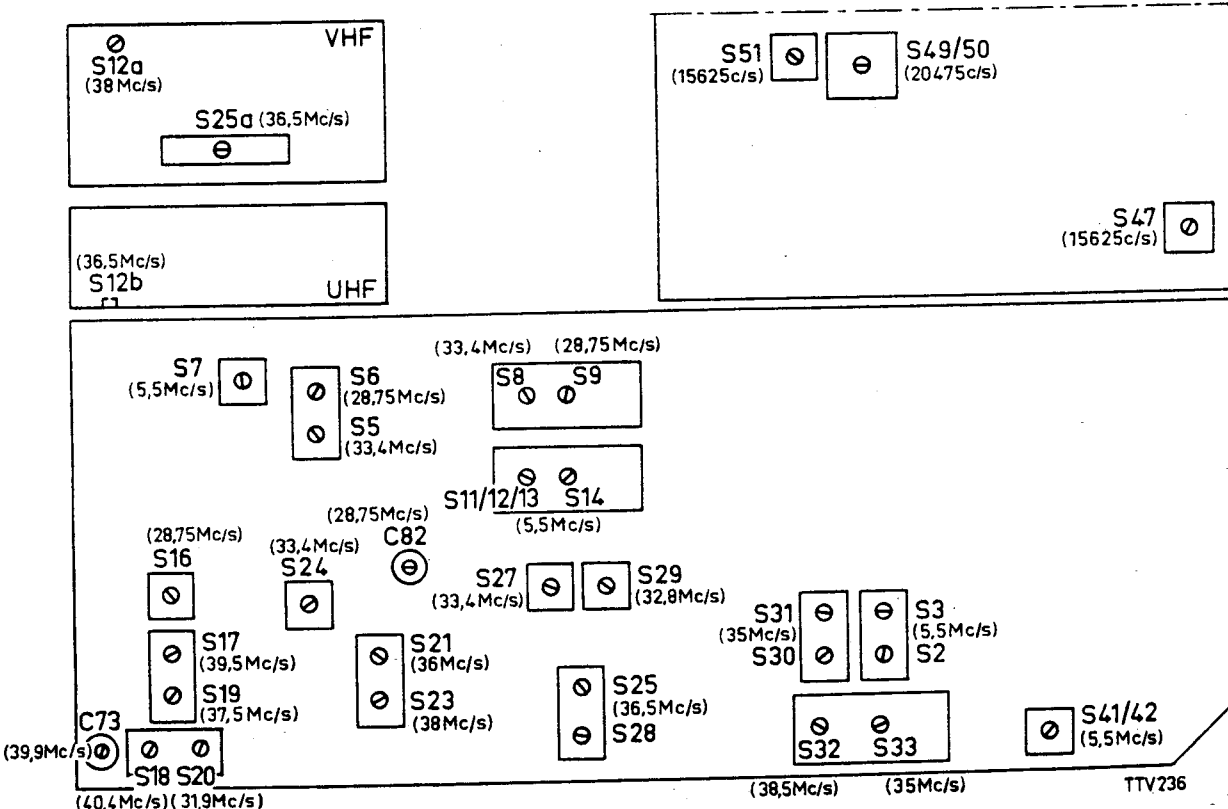

Fig. 9
## TRIMMEN (ZIE FIG. 9)
## REGLAGE (VOIR FIG. 9)
**ABGLEICHEN** (SIEHE ABB. 9)
## ABGLEICHEN (SIEHE ABB. 9)